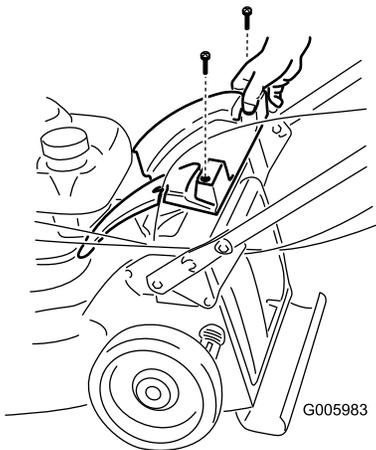

**Figura 4**
**Nota:** Usted puede ajustar la altura del manillar a dos posiciones diferentes (Figura 4). Seleccione el ajuste de altura del manillar que le sea más cómodo.